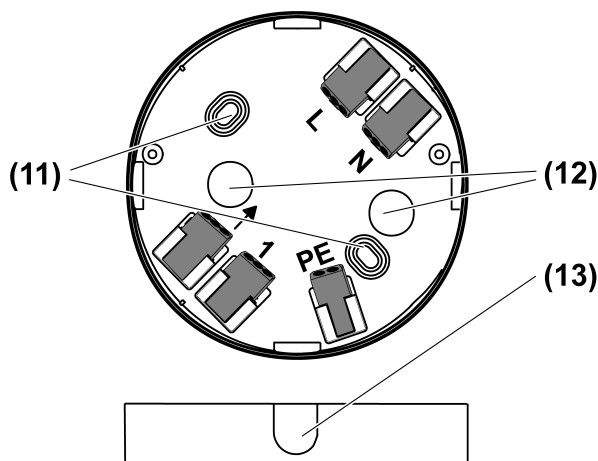

Imagen 8: Caja de conexiones
- (11) Orificios de fijación
- (12) Introducción del interruptor, empotrado
- (13) Puntos delgados para una introducción opcional del interruptor.
- Quite los puntos delgados correspondientes (13) para una introducción del interruptor sobre revoque o empotrado (Imagen 8).
- Fijar la caja de conexión (1) por los agujeros (11) (Imagen 8).